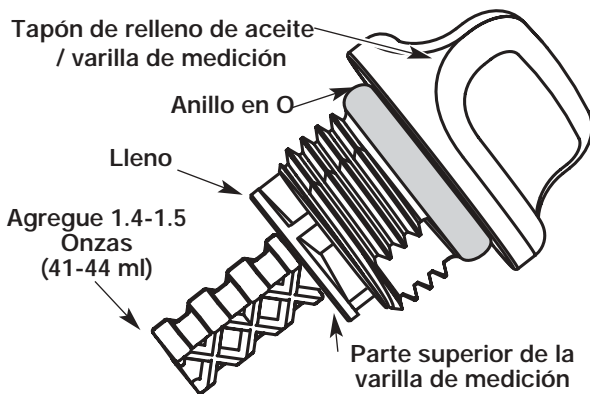

Fig. 31
5. Retire el tapón de relleno de aceite / varilla de medición e inspeccione el nivel del aceite. El aceite debe llegar hasta la parte superior de la varilla de medición (Fig. 31).